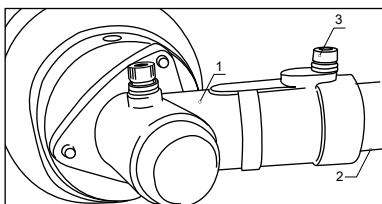

рис. 4
5. Присоедините редуктор 1 (рис. 4) к штанге 2 (рис. 4), совместив винт 3 (рис. 4) с отверстием штанги, затяните хомут редуктора с помощью винта. Убедитесь, что приводной вал внутри штанги.